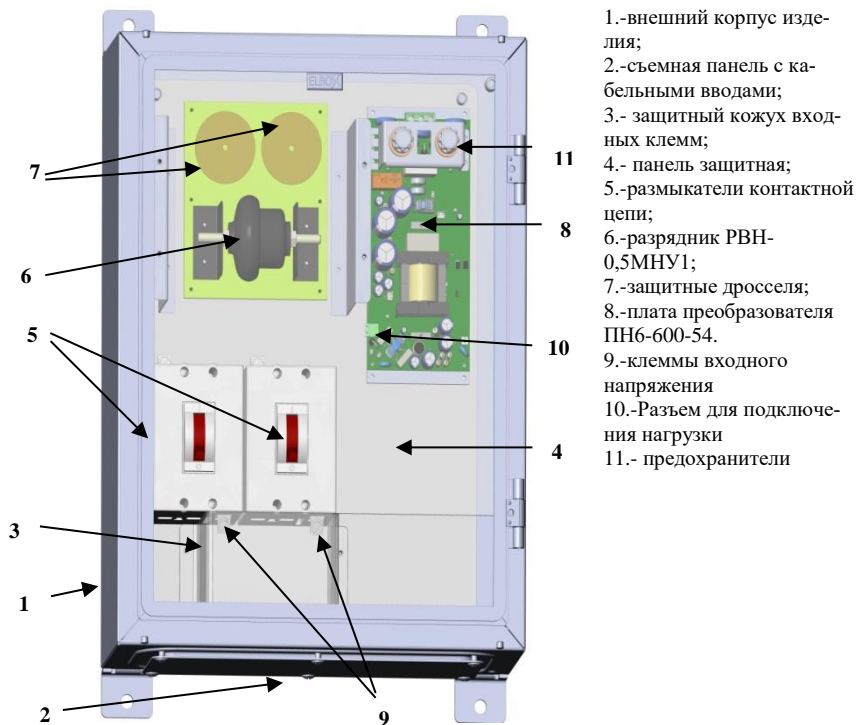

Рисунок 1 Внешний вид ПН6-600-54
По конструктивному исполнению преобразователь ПН6-600-54 выполнен на базе шкафа электротехнического с монтажной панелью внутри, на которой размещаются следующие составные части см. рисунок 1.
8.3 Перевести автоматические размыкатели контактной сети рис.1 поз.5 во включенное положение.
*При осмотре включенной установки снимать защитную панель рис.1 поз.4, защитный кожух входных клемм рис.1 поз.3*